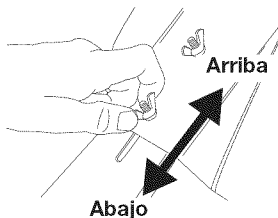

Fig. 4
- Verifique que el hombro cuadrado de los pernos haya atravesado los orificios ranurados del soporte de la rueda. Ajuste las tuercas de mariposa (Fig. 4).
4. Agáchese en la posición de salida (Fig. 4). No exprima la válvula reguladora, tiren de la cuerda del arrancador con un movimiento controlado hasta que la unidad comience. Espere y permita que la unidad esté desocupada por 60 segundos.